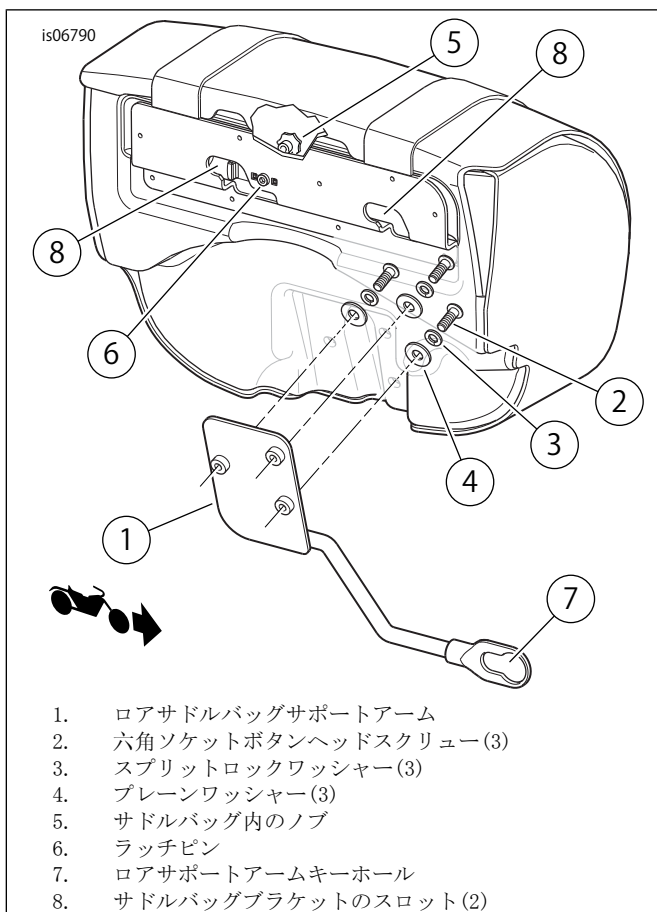

図8. ロアサポートアームの取り付け(図は左側)
1. 「図8」を参照してください。ロアサポートアームは、サドルバッグの後部外側に装着します。Loctite 243 (青)をスクリュー(2)のねじ山に2、3滴塗ります。スクリュー(2)、ロックワッシャー(3)、プレーンワッシャー(4)を使い、ロアサポートアーム(1)をサドルバッグの内側からサドルバッグにゆるく取り付けます。
2. 「図8」を参照してください。サドルバッグの内側から、ノブ(5)を引いて回します。ラッチピン(6)がブラケットのロックを解除します。